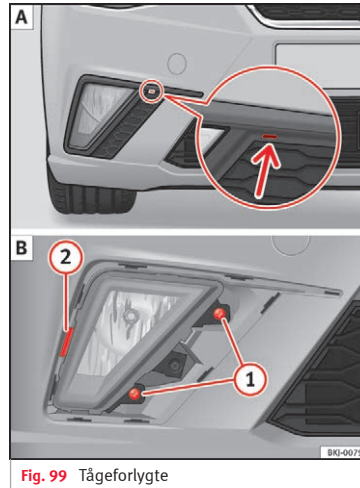

Fig. 99 Tågeforlygte
1. Før en skruetrækker ind i kærven » Fig. 99 A (pil). Løsn clipsene fra gitterets kanter med en lille vippebevægelse.
2. Fjern begge skruer ① B, og løsn clippen ② med en vippebevægelse for at kunne tage tågeforlygten ud.